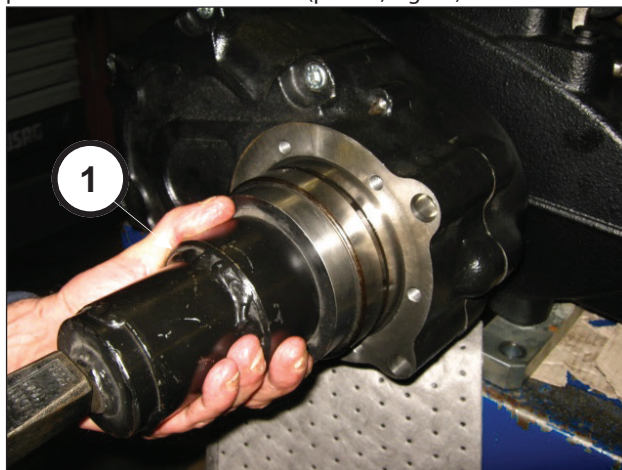
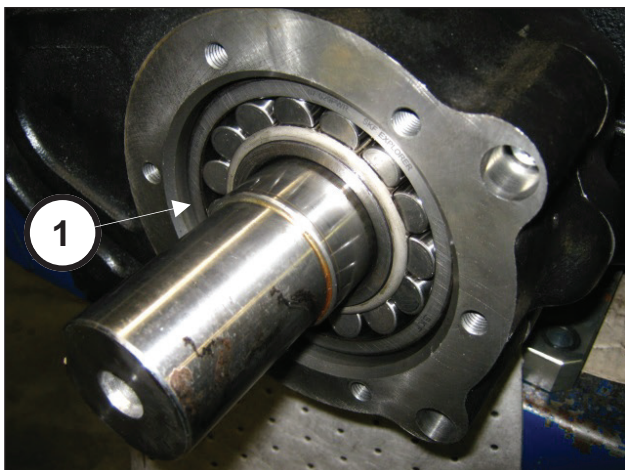

Fig. 88
Fig. 89
Mediante l'utilizzo dell'attrezzo cod. 27884700 (pos. ①, Fig. 88) portare il cuscinetto a battuta (pos. ①, Fig. 89).